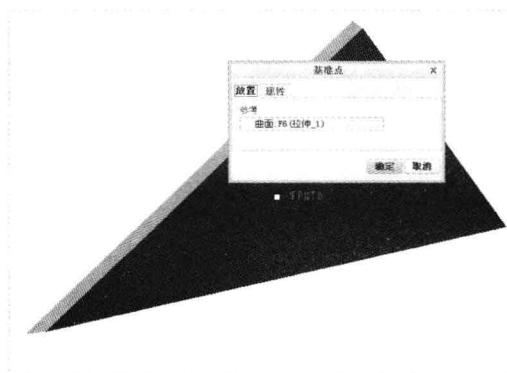

图 4-10 创建一个点参考
Step 03 弹出“基准点”对话框，在模型的上表面单击鼠标左键，在“基准点”对话框的“参考”选项区中，创建一个点参考，如图 4-10 所示。